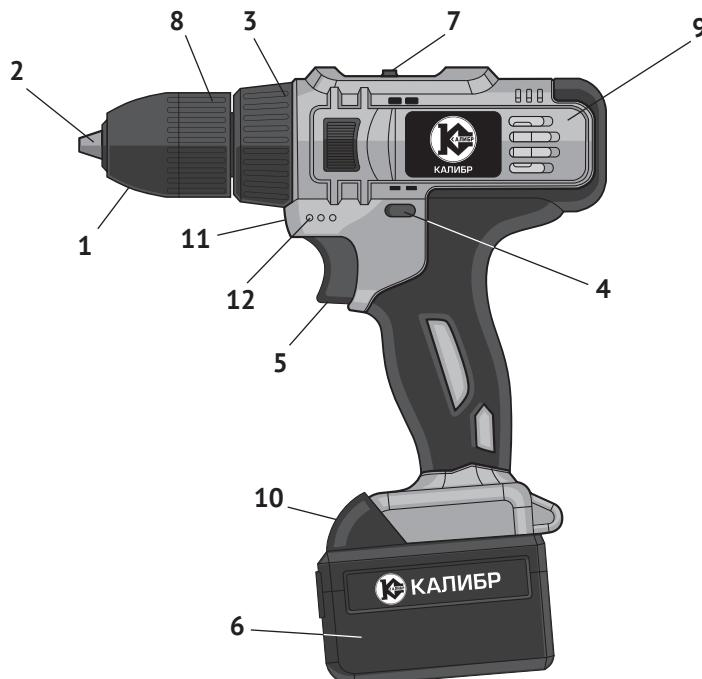

рис. 1
1.6 Общий вид дрели представлен на рис.1
1.7 Механизм дрели расположен в обрезиненном пластиковом корпусе (рис.1 поз.9), состоящем из двух частей: правой и левой. Он состоит из электродвигателя постоянного тока и редуктора с планетарным 2-х скоростным механизмом. В нижней части корпуса, выполненного в форме рукоятки, находится выключатель и разъём для присоединения аккумуляторной батареи.
1.8 Клавиша выключателя (рис.1 поз.5) расположена в передней части рукоятки. При нажатии на клавишу включается двигатель дрели. Усилие, приложенное к клавише, изменяет скорость вращения двигателя. При запуске двигателя автоматически включаются: светодиод (рис.1 поз.11), обеспечивающий локаль-
ную подсветку рабочей области и индикаторы (рис.1 поз.12), отображающие степень заряженности подключённой АБ.
Над клавишей выключателя находится переключатель реверса (рис.1 поз.4), пластинчатой конструкции. В нейтральном положении он выполняет функцию блокиратора клавиши от случайного включения. Стрелками на торцах пластины, указывается направление вращения патрона.
1.10 В передней части корпуса расположено кольцо регулировки (рис.1 поз.3). Это кольцо фиксирует одну из 18-ти позиций предельного момента затяжки, при работе дрелью, как шуруповёртом, или переключает редуктор в режим сверления – символ «сверло».
**Внимание!** Перед установкой/извлечением аккумуляторной батареи отключить инструмент, установив переключатель направления вращения (рис.1 поз.4) в среднее положение (блокировка клавиши выключателя).
- для извлечения батареи из дрели нажать кнопку фиксации (рис.1 поз.10) аккумуляторной батареи и извлечь её из рукоятки, вытягивая вперёд, к патрону.
- установить переключатель направления вращения (рис.1 поз.4) в положение блокировки клавиши выключателя;
- удерживая кольцо патрона (рис.1 поз.8) одной рукой, другой вращать
переднюю часть патрона (рис.1 поз.1) против часовой стрелки до разведения кулачков патрона (рис.1 поз.2) на расстояние, необходимое для установки рабочего инструмента;
- удерживая кольцо патрона (рис.1 поз.8) одной рукой, другой вращать переднюю часть патрона (рис.1 поз.1) по часовой стрелке до фиксации рабочего инструмента кулачками патрона;
- сдвинуть переключатель направления вращения (рис.1 поз.4) в сторону, нужную для вращения патрона;
- для включения дрели необходимо нажать и удерживать клавишу выключателя (рис.1 поз.5);
- в среднем положении переключатель направления вращения (рис.1 поз.4) блокирует клавишу выключателя, исключая случайное включение дрели;
#### 2.2.5 Функции регулировочного кольца (рис.1 поз.3):
На регулировочное кольцо (рис.1 поз.3) нанесены символы: от «1» до «18» - 18 фиксированных положений предельного момента затяжки, символ «-» и символ «дрель». Выставление нужного режима работы осуществляется совмещением соответствующего символа со стрелкой на корпусе дрели.
- выставив ползунком переключателя (рис.1 поз.7) диапазон «1» получаем при низком числе оборотов (350 об/мин) высокий показатель крутящего момента. Этот режим применяется при закручивании шурупов, винтов, саморезов и болтов больших размеров;
- повернуть кольцо регулировки (рис.1 поз.3) в положение «сверло»;